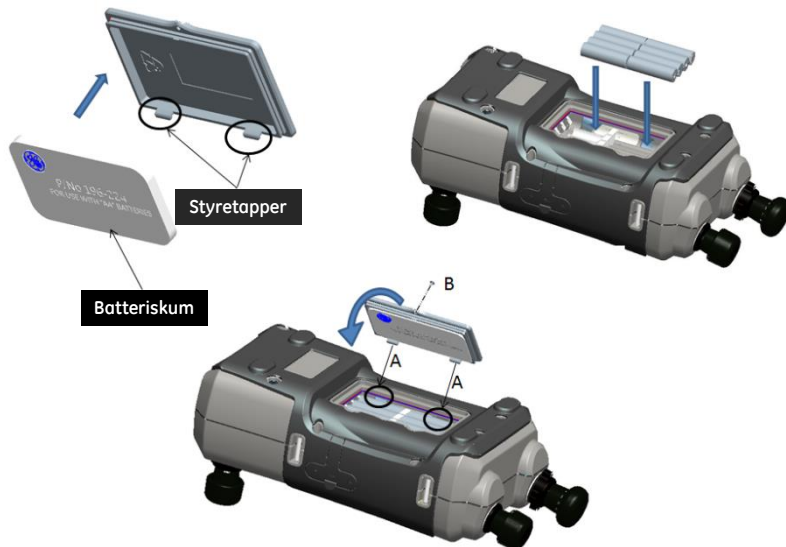

Figur 3 Monter oppladbart batteri
3. Sett inn det oppladbare CC3800GE-batteriet i batterirommet som vis i Figur 3.
4. Sett på plass batteridekslet ved å føre styretappene (A) inn i sporene og lukke det som vist i Figur 3.